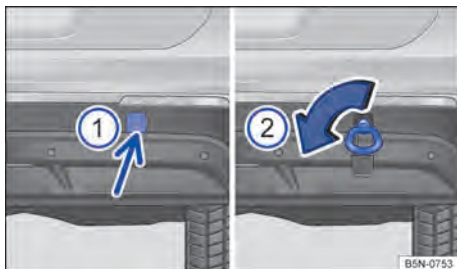

Fig. 212 No para-choque traseiro à direita: argola de reboque rosqueada.
O alojamento da argola de reboque rosqueável está localizado à direita do para-choque traseiro, atrás de uma cobertura → Fig. 212 ①. Em *veículos com dispositivo de reboque instalado de fábrica*, atrás da cobertura **não** há um alojamento para a argola de reboque rosqueável. Para rebocar, bascular a rótula de engate para fora ou montar e utilizar a rótula de engate → Página 254.
- Pressionar na área inferior da cobertura → Fig. 212 ① (seta) para soltar o encaixe da cobertura.
- Rosquear a argola de reboque tão firme quanto possível **no sentido anti-horário** no alojamento → Fig. 212 → ②. Utilizar um objeto apropriado com o qual a argola de reboque possa ser rosqueada totalmente e com firmeza no alojamento. ▶